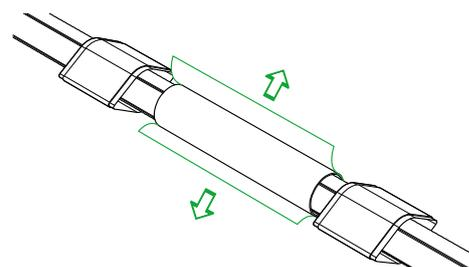

Рис. 4.8.5
- Удалить упаковочную пленку с поверхности муфты (рис. 4.8.5). Надвинуть муфту на стык, расположив ее в соответствии с ранее нанесенными рисками.